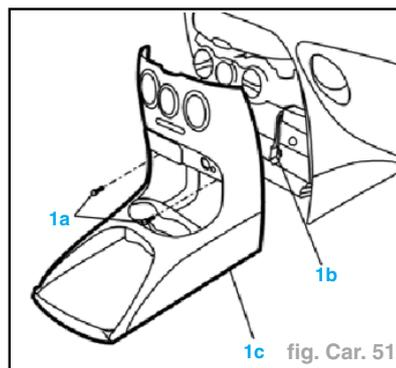

fig. Car. 51
- Dévisser les vis de fixation (1a), débrancher le connecteur d'allume-cigares (1b) et déposer le revêtement sous tableau de bord (fig. Car. 51).